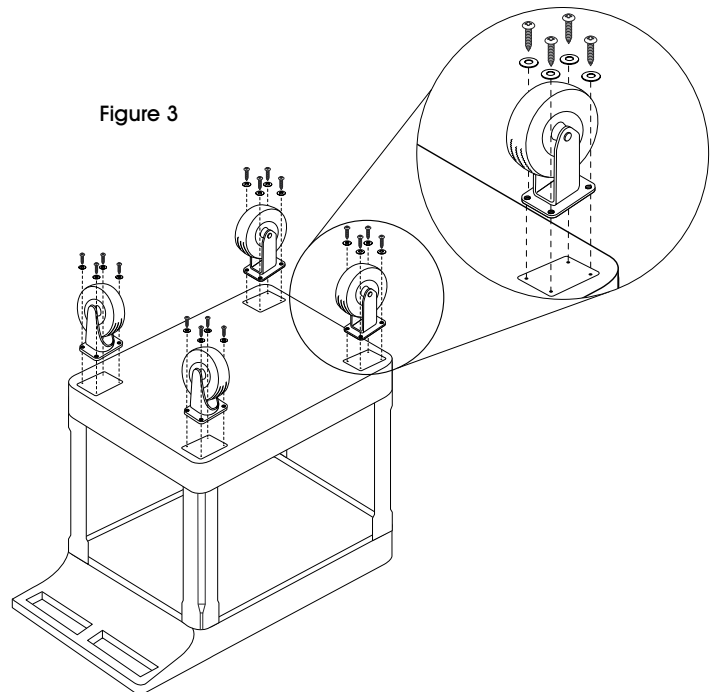

Figure 3
3. Vissez les roulettes dans le dessous de la tablette inférieure avec seize vis et seize rondelles. (Voir Figure 3)